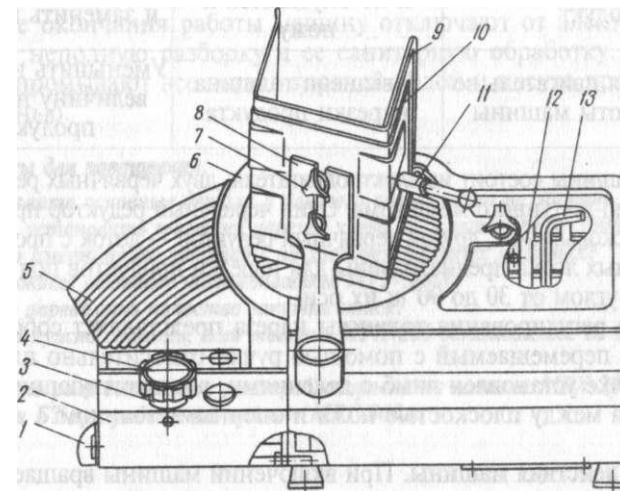

Рис. 7-2. Машина для нарезки гастрономических товаров МРГ-300А
**Машина МРГ-300А (рис. 7-2).** Машина состоит из корпуса, привода, дискового ножа, двух лотков, регулятора толщины реза и точильного приспособления.